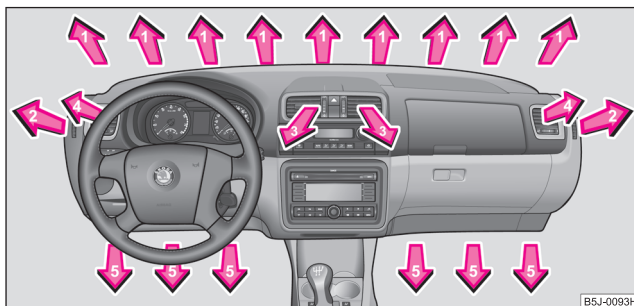

Abb. 95 Luftaustrittsdüsen
- Luftaustrittsdüsen **4** ⇒ Seite 105, Abb. 95 öffnen und zur Seitenscheibe richten.
- Luftaustrittsdüsen **4** ⇒ Seite 105, Abb. 95 öffnen und zur Seitenscheibe richten